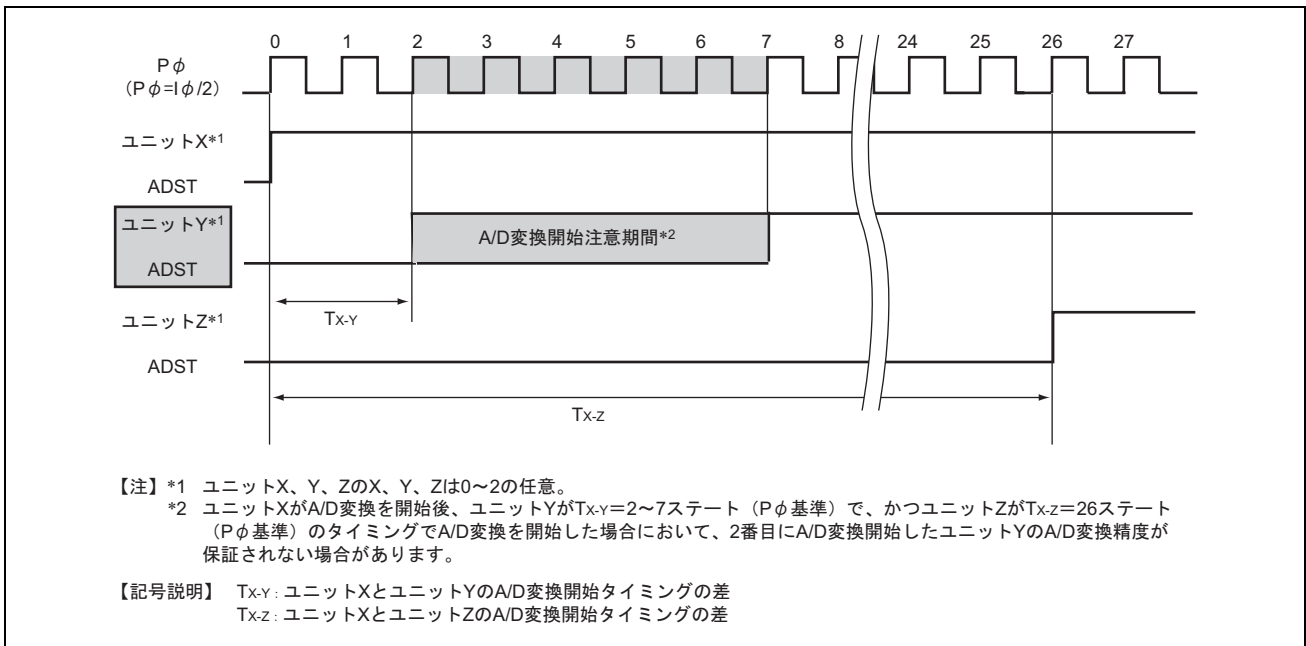

図 19.20 2 番目に A/D 変換を開始したユニット Y の、A/D 変換精度が保証されない動作タイミング 3
- 図19.20に示すように、ユニットXがA/D変換を開始後、ユニットYが $T_{X,Y}=2\sim 7$ ステート (Pφ基準) で、かつユニットZが $T_{X,Z}=26$ ステート (Pφ基準) のタイミングでA/D変換を開始した場合において、2番目にA/D変換開始したユニットYのA/D変換精度が保証されない場合があります。